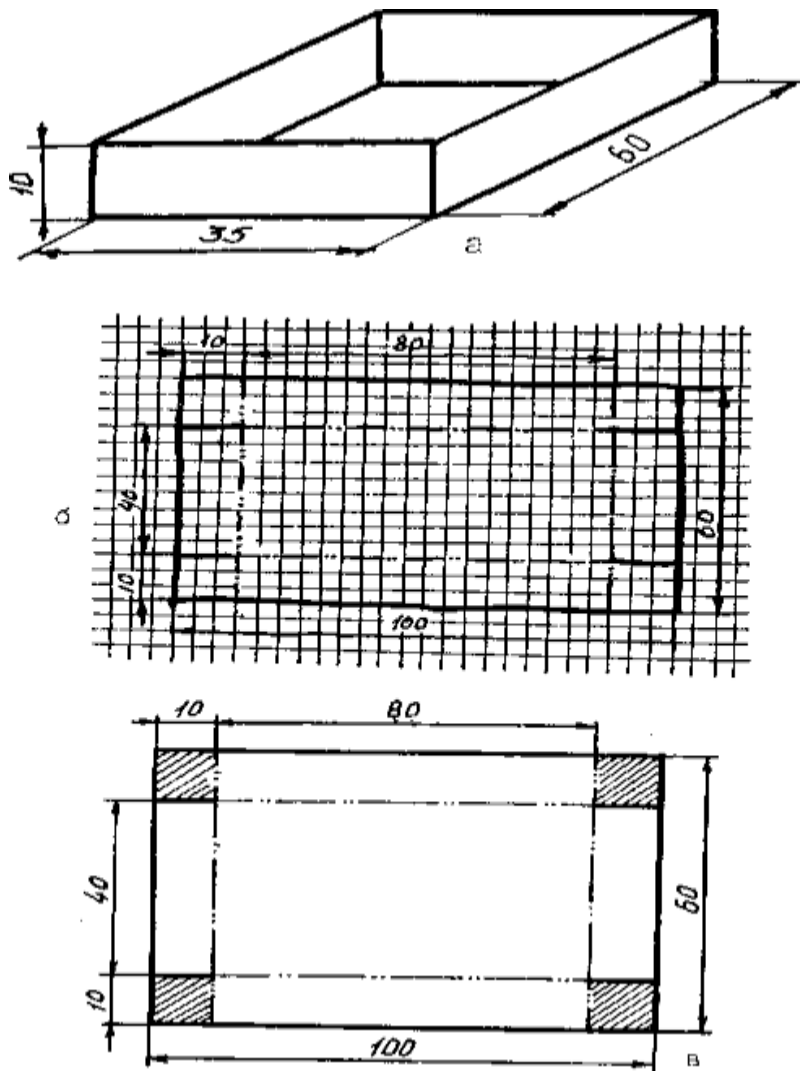

Рис. 4. Графічні зображення: а - технічний рисунок, б - ескіз, в - креслення
Планування роботи по виготовленню виробу проводиться на основі аналізу зразка виробу, малюнку, фотографії, словесного опису предмета або графічних зображень. Графічними називаються всі зображення, виконані олівцем, чорнилом, тушшю або фарбами за допомогою ліній, штрихів і точок. На уроках трудового навчання, під час виготовлення виробів, учні зустрічаються з графічними зображеннями: технічним рисунком, ескізом, кресленням. Наочне зображення предмета, виконане від руки, з показом розмірів називається технічним рисунком (рис. 4а).
На практиці використовують конструкторський документ разового користування побудований від руки, без дотримання масштабу, але який містить дані про форму деталі, її розміри. Такий документ називають ескізом. Як правило, ескізи виконують на міліметровому папері (рис. 4б). Креслення це графічне зображення предмета або його складових частин, виконане за допомогою креслярських інструментів з показом розмірів виробу, і дотриманням масштабу та інших даних; необхідних для його виготовлення і контролю (рис. 4в). На уроках трудового навчання учні зустрічаються ще з одним зображенням розгорткою. Розгортка поверхні предмету це суміщення точок, його поверхні з площиною, при якому довжина всіх відрізків, ребер, і вірних залишаються незмінними. Правила виконання креслень усіх видів установлено єдиною системою конструкторської документації.
- Виготовити з цупкого картону коробочку для олівців, зображену нарис. 4.